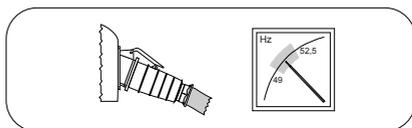

fig. 4d
5. Brancher les appareils sur les prises du tableau électrique, et vérifier que dans ces conditions la fréquence de travail reste à l'intérieur de la plage de valeurs 49-52,5 Hz (fig. 4d). Pendant le fonctionnement, vérifier souvent la valeur de la fréquence et, le cas échéant, la corriger en adaptant le nombre de tours du tracteur.